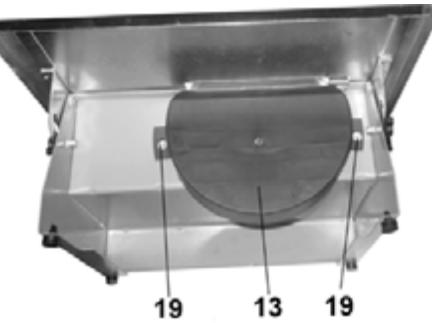

Рис. 5
12.5. Как показано на Рис.5, установите и закрепите нижний защитный кожух (13).